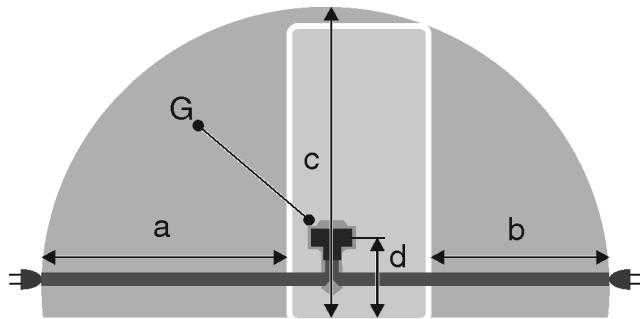

Fig. 23 *
- Розетка лежить не за пристроєм, а в зонах a або b Fig. 23 (a, b, c).
- Встановіть штекер пристрою Fig. 23 (G) на задній стороні пристрою. Слідкуйте за правильною фіксацією.